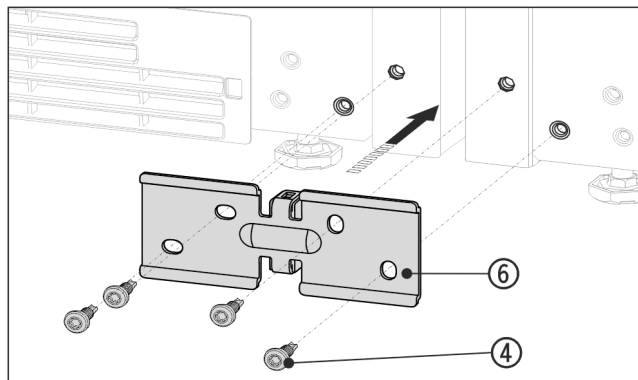

Fig. 14 Príklad zobrazenia
- Uholník Fig. 14 (6) s dištančným dielom zasunúť medzi zariadenia a voľne priskrutkujte pomocou 4 skrutiek Fig. 14 (4).